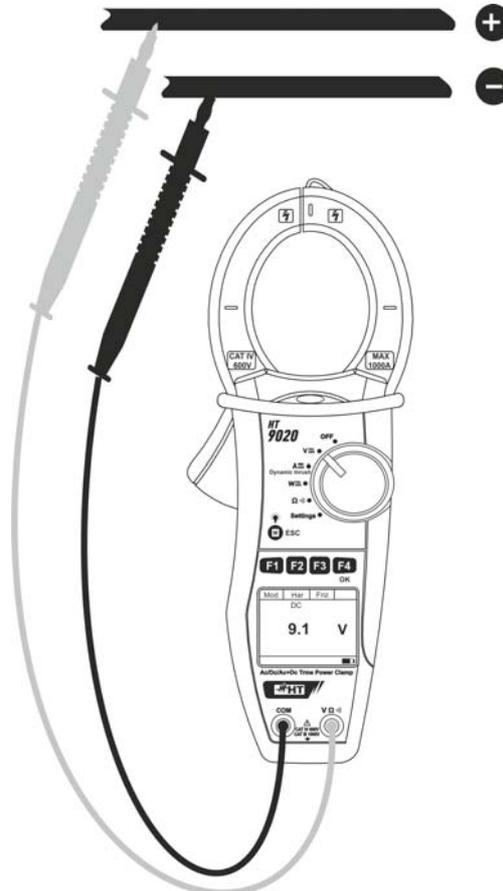

Fig. 5 : Mesure de tension DC
4. Insérez le câble rouge dans l'entrée **VΩ⁾⁾⁾** et le câble noir dans l'entrée **COM**, et positionnez les câbles sur les points souhaités du circuit à tester (voir Fig. 5).